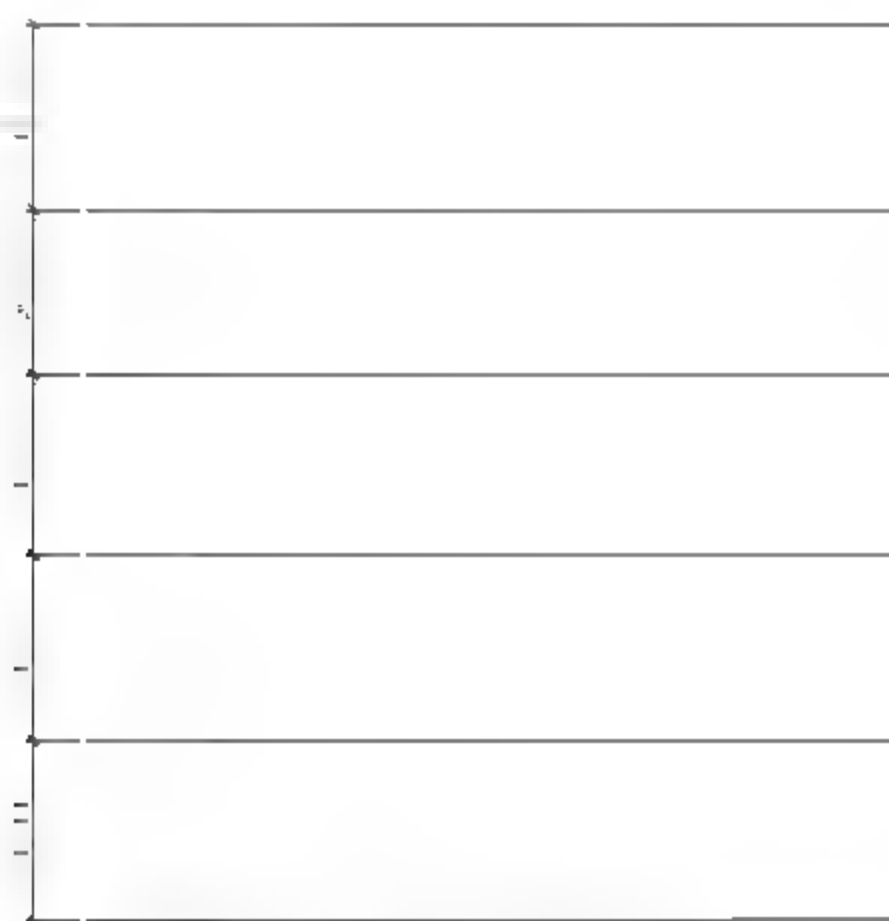

图13-30 绘制楼层线
**01** 调用L【直线】命令、O【偏移】命令，绘制并偏移楼层线，结果如图13-30所示。